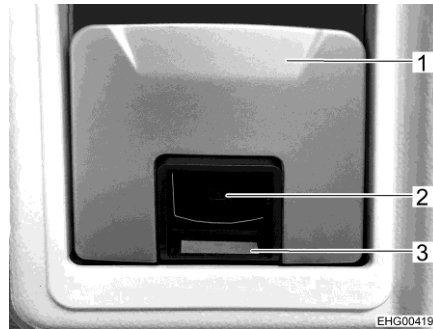

Bild 41 Türschloss (Eingangstür innen)
- Öffnen:** ■ Am Griff (Bild 41,1) ziehen. Das Türschloss wird entriegelt bzw. geöffnet.
- Verriegeln:** ■ Schwarze Fläche (mit Schlosssymbol) (Bild 41,2) nach innen drücken, bis die rote Fläche (Bild 41,3) sichtbar wird. Das Türschloss wird verriegelt.